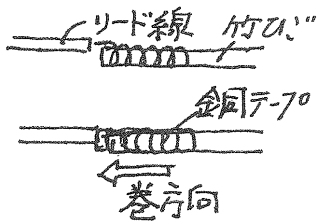

図8
- ① 竹ひごの先端にリード線を巻き、その上に銅テープを巻き接点にする。(図8)